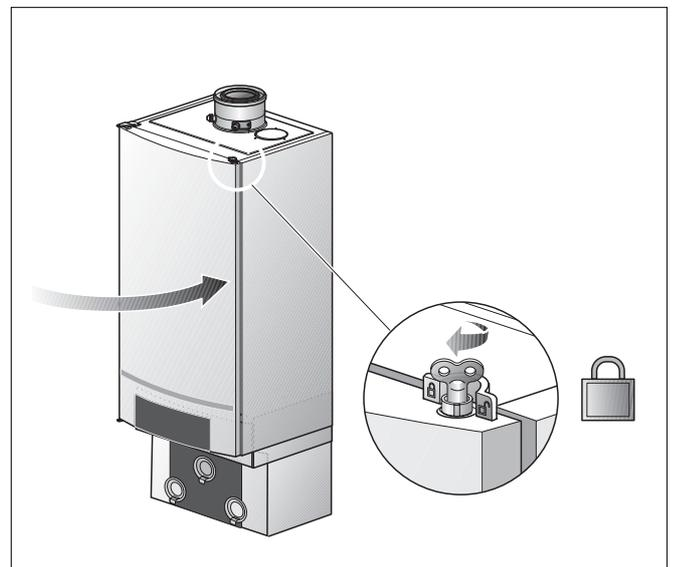

Fig. 78 Chiudere il portello della caldaia
- Per chiudere il portello della caldaia (fig. 78) e bloccarlo, usare la chiave di sfiato, effettuando  $\frac{1}{4}$  di giro verso destra.